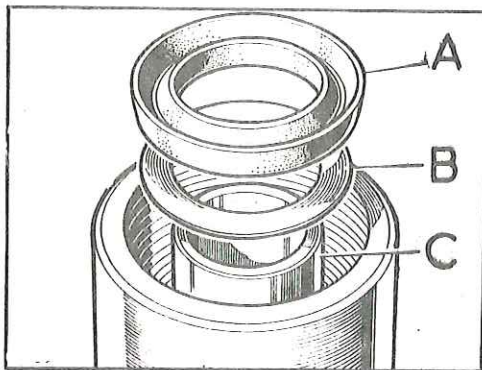

Fig. H-34 Montaje del suplemento y empaquetadura
- 3.4. Instalar la empaquetadura recuperadora, A (Fig. H-34 con su parte posterior -- apoyada contra el suplemento.